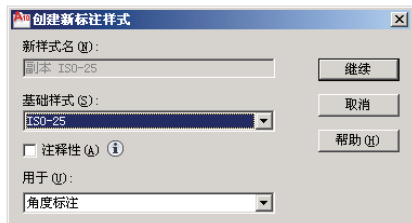

图 T10-25 新建一用于角度的尺寸样式
⑤ 在“标注样式管理器”对话框中单击新建按钮来新建一尺寸样式。如图 T10-25 所示, 在弹出的“创建新标注样式”对话框的“用于”下拉列表框中选择“角度标注”, 单击继续按钮。